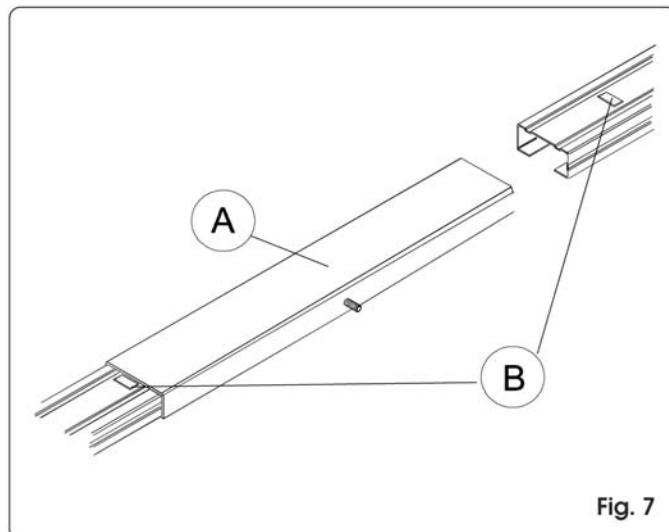

Fig. 7
- 1) Assembler les deux tronçons de rail en les introduisant dans l'élément de liaison central (fig. 7 réf. A) jusqu'à ce que les repères métalliques arrivent en butée (fig. 7 réf. B).